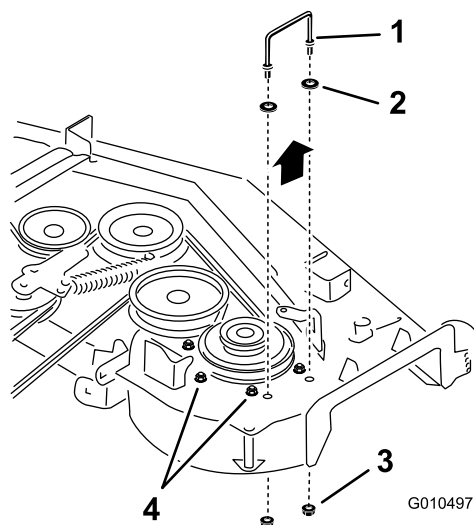
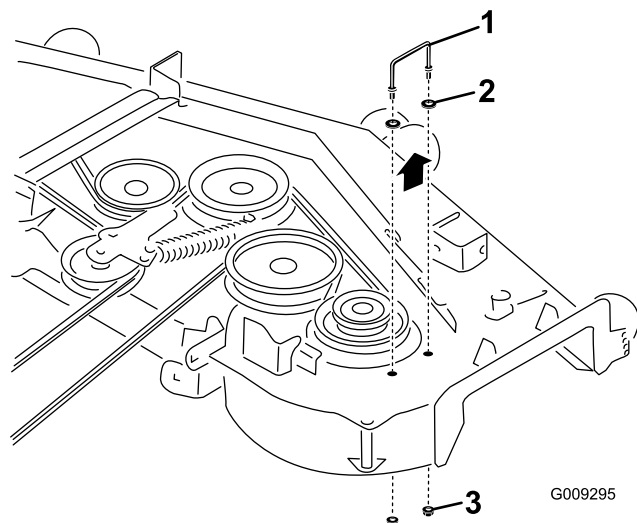

Figure 3
Figure 4
3. **Tabliers de coupe de 122 cm (48 po) et 132 cm (52 po) :** desserrez les boulons qui fixent de l'axe droit au tablier de coupe (Figure 3).
4. Déposez le support du couvercle de courroie droit existant (Figure 3 et Figure 4).